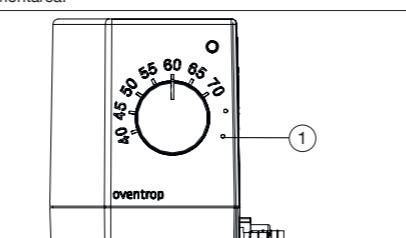

Fig. 3: Montarea ventilului de reglare
5. Deschideți ventilul de aerisire (vezi fig. 3 (1)) pentru a deprezuriza consumatorul din instalație.
1. Închideți cele 4 robinete sferice (3) marcați în fig. 3 ai setului de racordare cu robineti sferici.